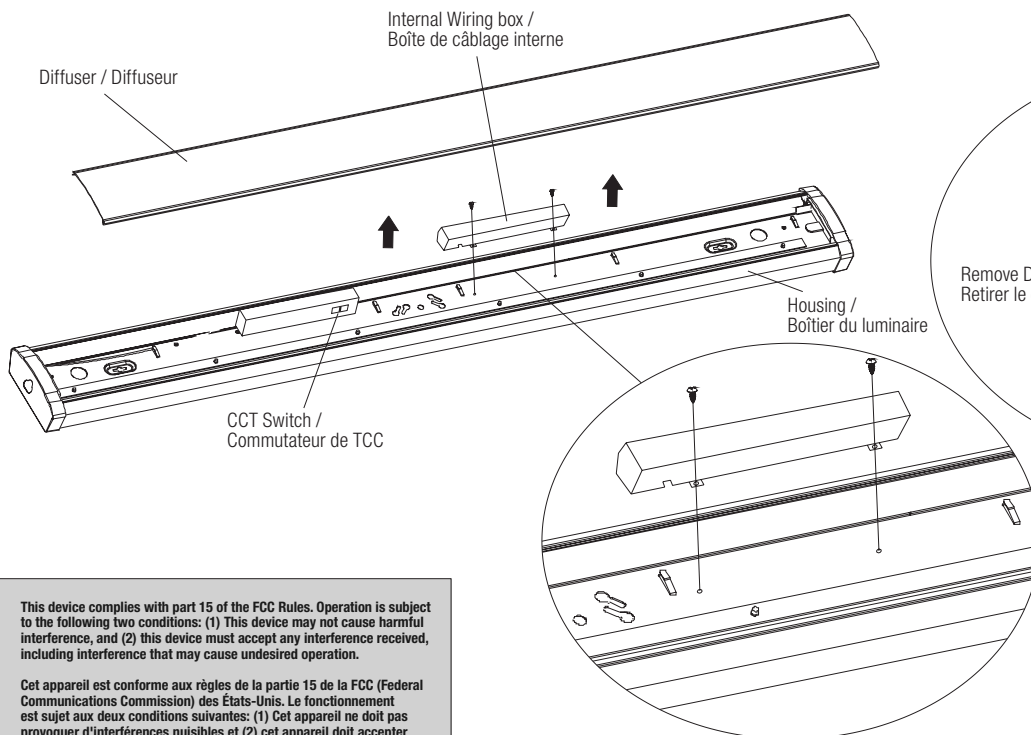

Figure 2
2. Remove the internal wiring box located on the inside of the luminaire by unscrewing the 2 screws (Fig. 2).
2. Retirer le boîtier de câblage interne situé à l'intérieur du luminaire en dévissant les 2 vis (Fig. 2).